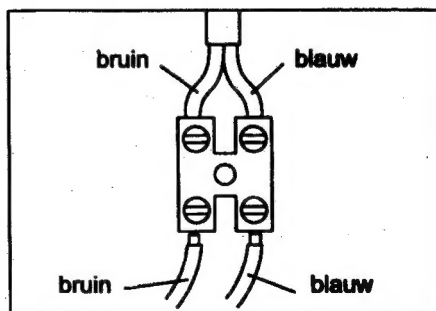

fig. 5
5. Verbind een 2-aderig rubber elektriciteits-snoer met het kroonsteentje in de lamp (fig. 5):